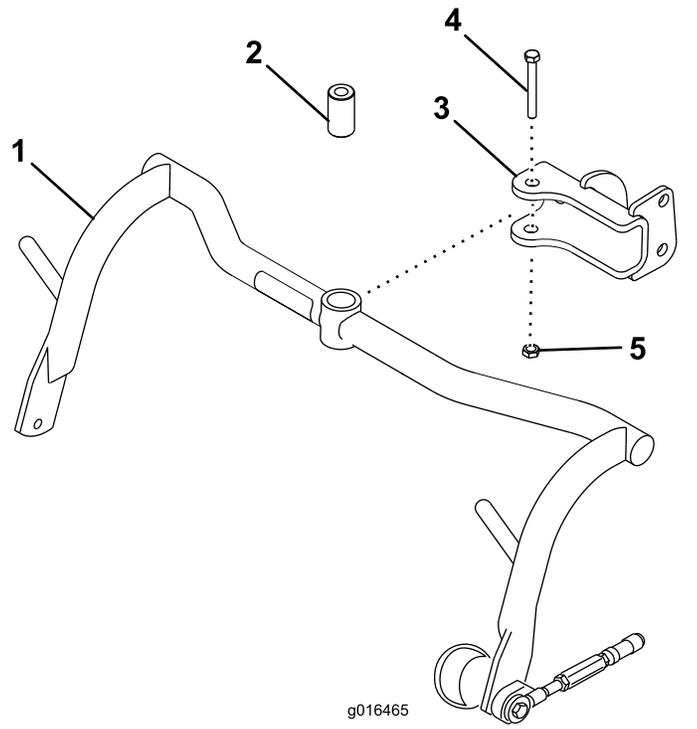

Figura 8
- Monte un conjunto de bastidor de tiro en cada horquilla con un suplemento, un perno ($\frac{1}{2}$ " x $3\frac{1}{4}$ ") y una contratuercas ($\frac{1}{2}$ "); consulte la Figura 8. Apriete a entre 91 y 113 N·m.